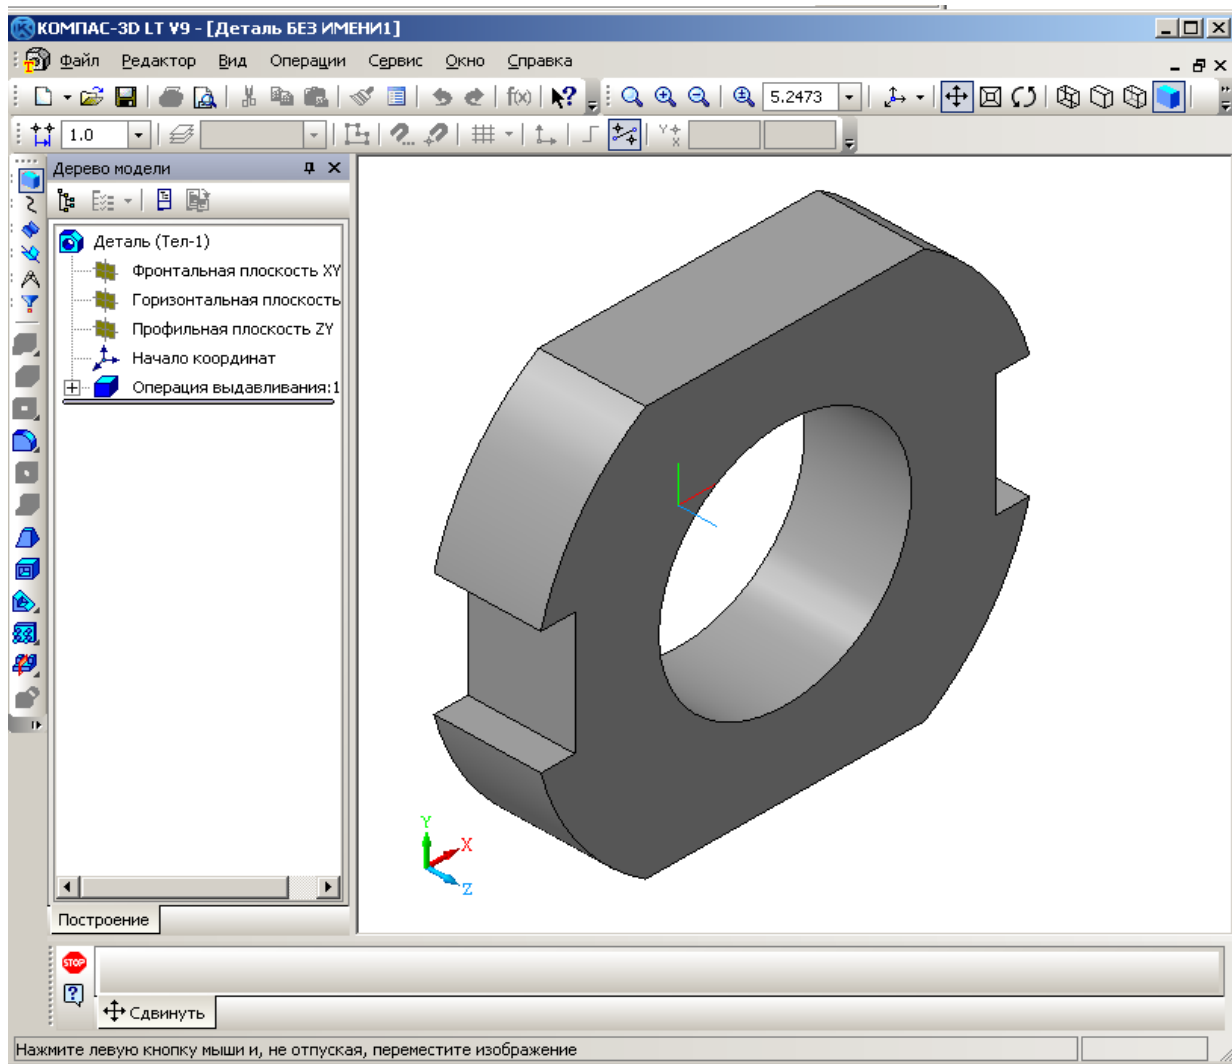

Рис. 16.14. Трехмерная модель прокладки.
5.10. Примените к эскизу команду **Выдавливание**, расстояние выдавливания – 5 мм. В режиме полутонного изображения прокладка имеет следующий вид – рис. 16.14.